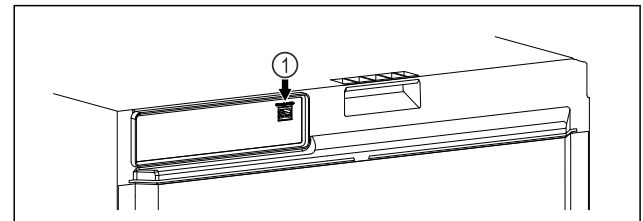

Fig. 108
- ❑ SmartModule Fig. 108 (1) ist eingesetzt.